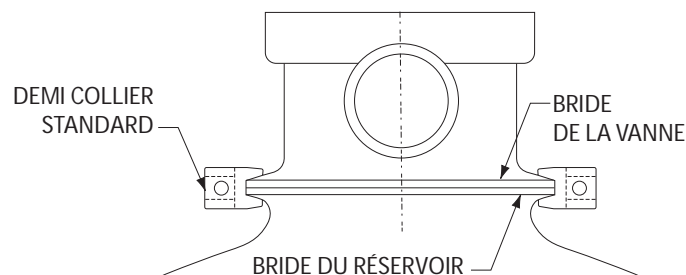
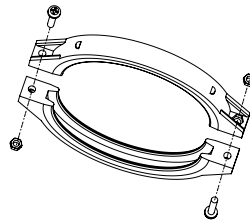

Figure 1.
Figure 2.
- Assurez-vous que la vanne est fermement enfoncée dans le couvercle et que la bride du réservoir et la bride de la vanne se touchent. Reportez-vous à la figure 1.
- Le collier en plastique peut maintenant être posé. Placez le demi-collier sur la bride de vanne et sur la bride du réservoir comme indiqué à la figure 1. Insérez les vis et écrous dans le demi-collier en vous assurant que les écrous soient situés dans l'emplacement de retenue hexagonal sur les colliers. Reportez-vous à la figure 2.